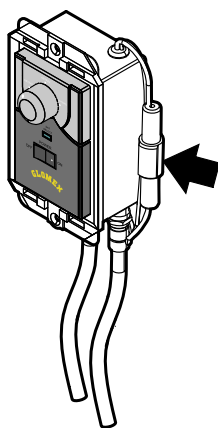

Fig. 29
- Entfernen Sie die beschädigte oder durchgebrannte Schmelzsicherung **Fig. 29** aus dem Gehäuse und ersetzen Sie sie durch eine neue Schmelzsicherung (**Typ T 3A15 5x20**, d.h. verzögerte Rohrschmelzsicherung, mit einem Durchmesser von 5 mm und einer Länge von 20 mm, 3 A Nennstrom und 15 V Nennspannung).